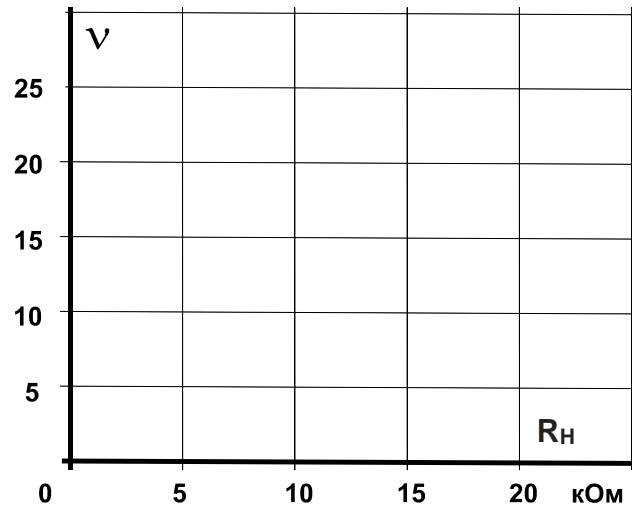

Рис. 5.4.4
- На графике (рис. 5.4.4) постройте кривую зависимости коэффициента усиления по напряжению ν от сопротивления нагрузки R_n .